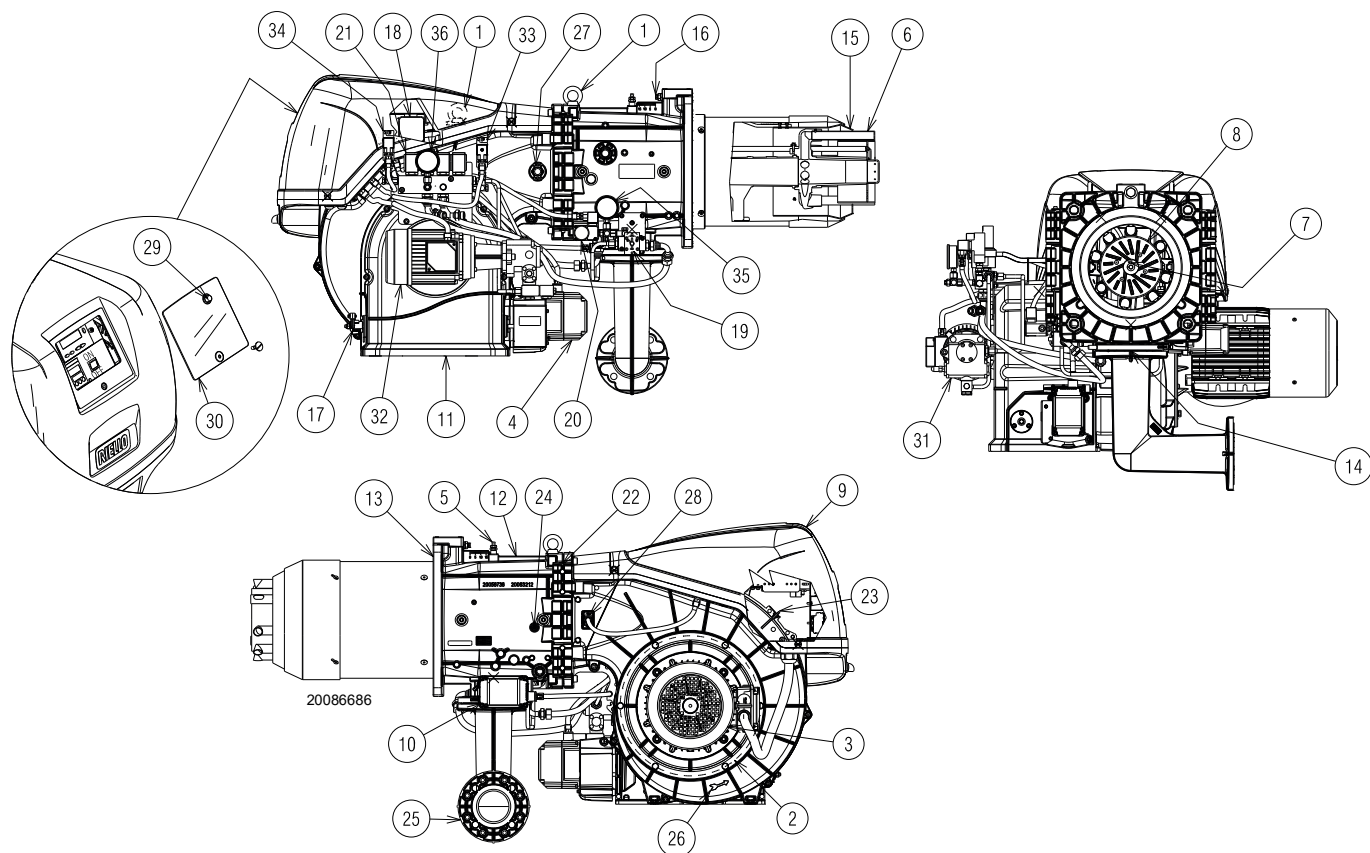

Fig. 4
- (1) Conditions de référence: Température ambiante 20° C - Température du gaz 15° C - Pression barométrique 1013 mbar - Altitude 0 m s.n.m.
(2) Pression à la prise du pressostat 5)(Fig. 4 à la page 13) avec pression zéro dans la chambre de combustion et à la puissance maximale du brûleur.
(3) Pression sonore mesurée dans le laboratoire de combustion du constructeur, avec le brûleur fonctionnant sur la chaudière d'essai, à la puissance maximale. La Puissance sonore est mesurée selon la méthode «Free Field», prévue par la Norme EN 15036 et la classe de précision «Accuracy: «Category 3», comme décrit par la Norme EN ISO 3746».